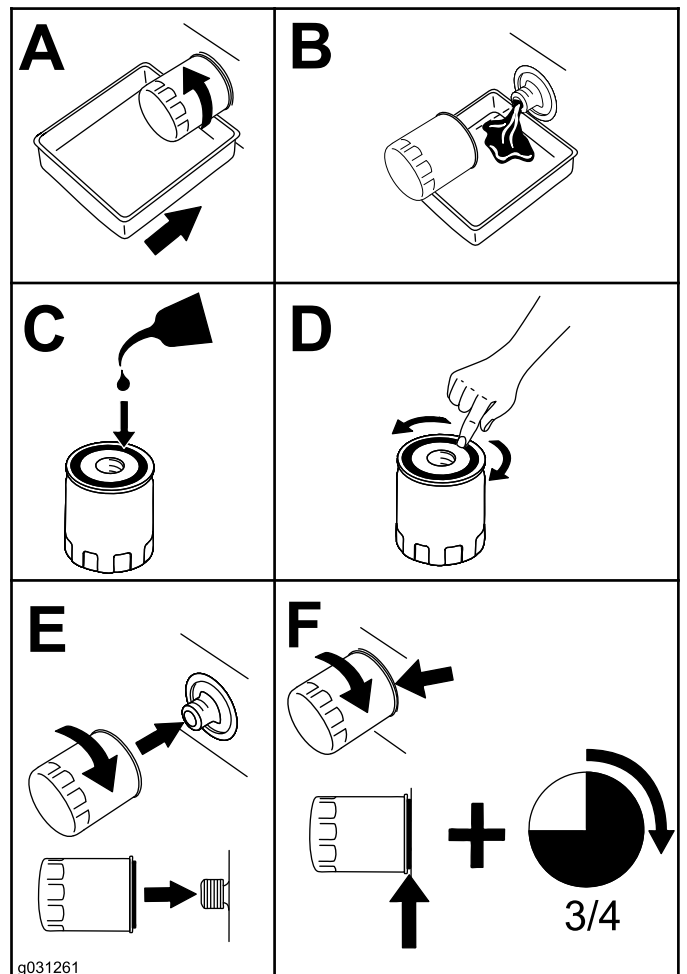

Figura 55
4. Cambie el filtro del aceite del motor, tal y como se muestra en la Figura 55.